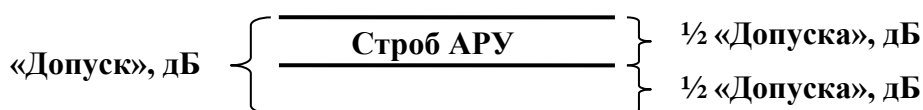

Рисунок 12 – Строб АРУ
6.3.1.2.7.2.5 Пункт «Допуск» - задает границы допуска установки уровня сигнала. Изменяется в пределах от 0 до 6 дБ с шагом 0,1; 1,0 дБ (рисунок 12).